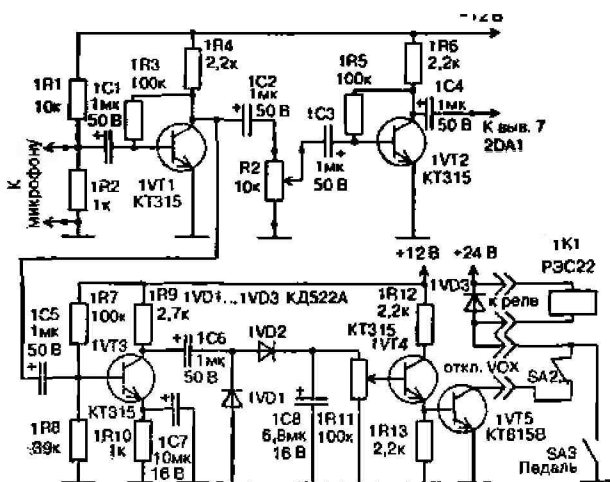

Рис. 3.1. Схема микрофонного усилителя и системы голосового управления приставкой — VOX
- » микрофонный усилитель на двух транзисторах 1VT1, 1VT2 (КТ315) и схему голосового управления радиостанцией — VOX — на транзисторах 1VT3...1VT5, реле 1K1 (рис. 3.1);